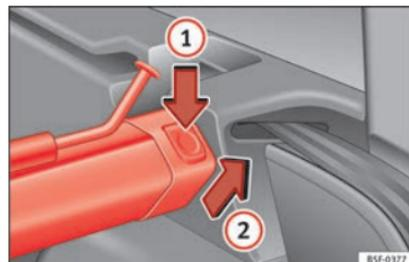

Fig. 168 Dans le coffre à bagages : démonter le filet de séparation.
- Appuyez sur la touche de déverrouillage gauche ou droite **»» fig. 168** dans le sens de la flèche **①**.
- Retirez la structure du support dans le sens de la flèche **»» fig. 168 ②**.
- Appuyez sur la structure sur les supports gauche et droit dans le sens contraire à la flèche **»» fig. 168 ②** jusqu'à ce qu'elle s'enclenche.